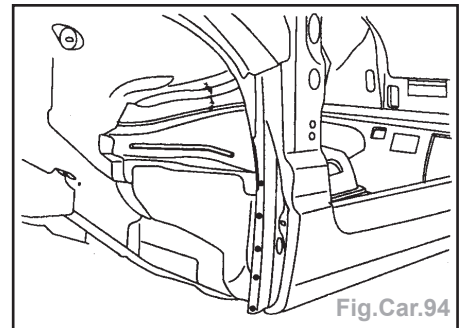

Fig.Car.94
- par points électriques (avec l'équipement AB1) (Fig.Car.94 et 95).